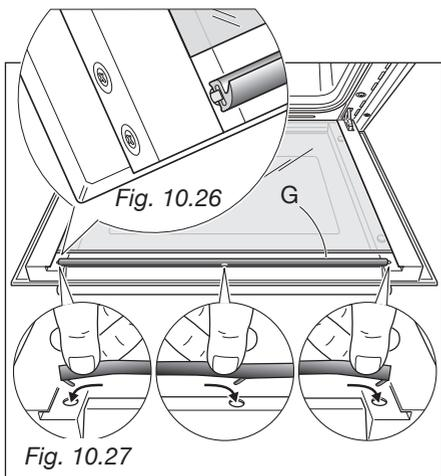

Fig. 10.27
- Montare la guarnizione **G** nel giusto verso (fig. 10.26) agganciando i 3 uncini negli appositi fori (fig. 10.27).